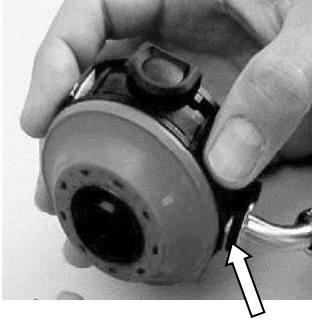

Fig. 31 Montaje de la Línea de Media Presión
- (3) Montaje de la Línea de Media Presión
- Introducir el clip en U **desde el lado de la membrana** (→ flecha en Fig. 31) en los agujeros de la carcasa hasta el fondo. La línea de media presión queda asegurada.